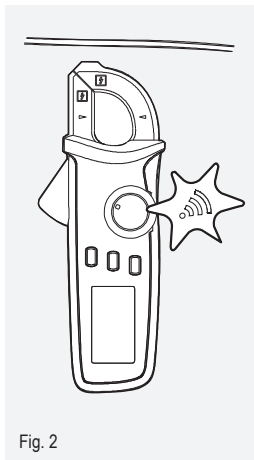

Fig. 2
2. Appliquez le capteur NCV sur un conducteur, à une distance de 8 à 15 mm (fig. 2). Si la pince détecte une tension, elle envoie les signaux suivants :